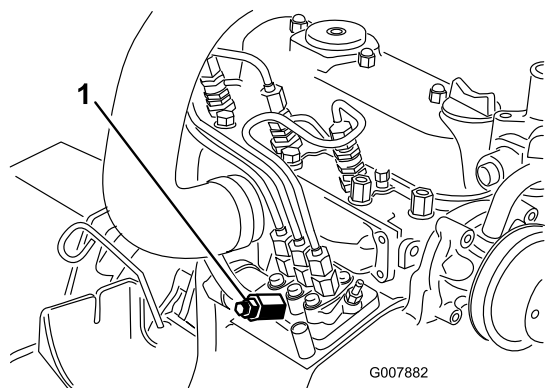

Figura 41
3. Mettete un cencio sotto la vite di spurgo dell'aria, sulla pompa d'iniezione del carburante, ed apritela (Figura 41).